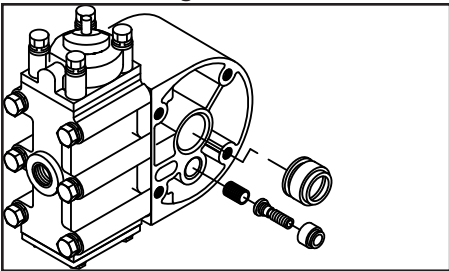

Figura 22
- Extraiga el cojinete de la garganta (consulte la Figura 22).
- Conjunto de la válvula piloto (consulte la Figura 22)